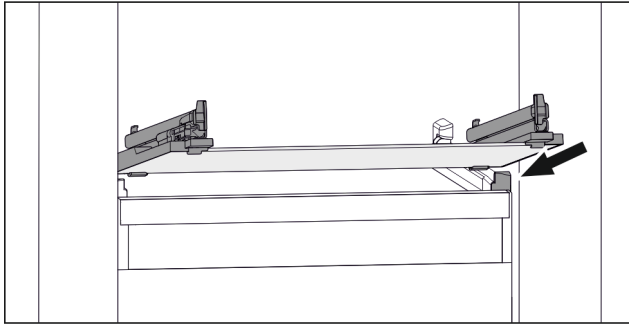

Fig. 72 Beispielhafte Darstellung der Glasplatte
- ▶ Glasplatte schräg hinter den Stopperrn aufsetzen. (zie Fig. 72)